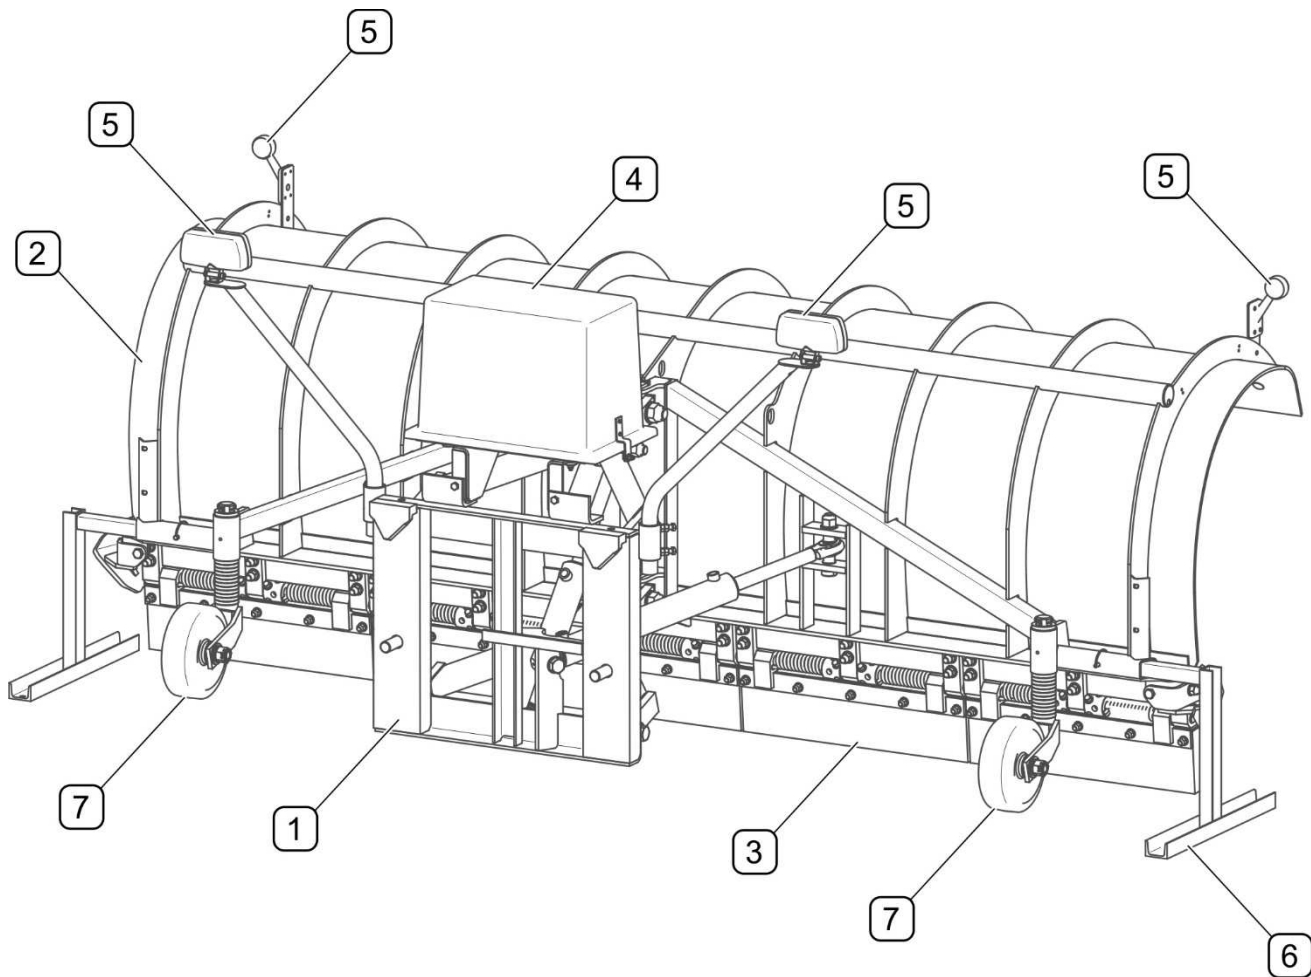

FIGURE 3.2 Construction générale (commande électro-hydraulique)
(1) - système de suspension; (2) - versoir; (3) - lames; (4) - alimentation électro- hydraulique;
(5) - installation électrique d'éclairage; (6) - béquilles; (7) - roues porteuses (option)
Les chasse-neige PU-S25H / PU-S32H / PU-S35H (FIGURE 3.2) sont munies d'un versoir (2) central en plastique fixé à un cadre en acier. Sous le versoir, les lames (3) en caoutchouc ou en métal sont fixées (selon l'équipement). En option, le chasse-neige peut être équipé de lames amorties qui, en cas de rencontre d'un obstacle, peuvent être basculées et ramenées en position de travail grâce aux ressorts. Pendant le travail, le chasse-neige repose sur le sol sur deux roues porteuses (7) dont la hauteur peut être réglée. Le système de suspension (1) permet d'agrèger le chasse-neige avec des porteurs équipés d'une plaque de montage frontale de type A ou B selon DIN 76060 (selon le modèle de chasse-neige). Les béquilles (6) servent à soutenir le chasse-neige lorsqu'il est dételé du porteur.